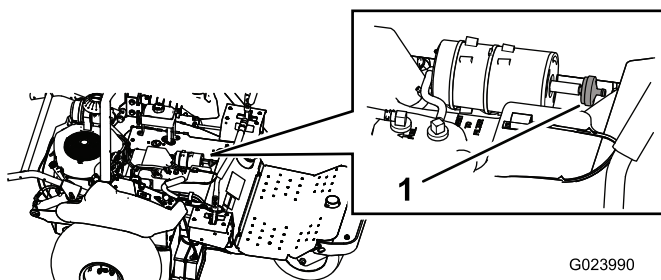

Figura 47
2. Scollegate il filtro dal canister a carboni attivi (Figura 47).